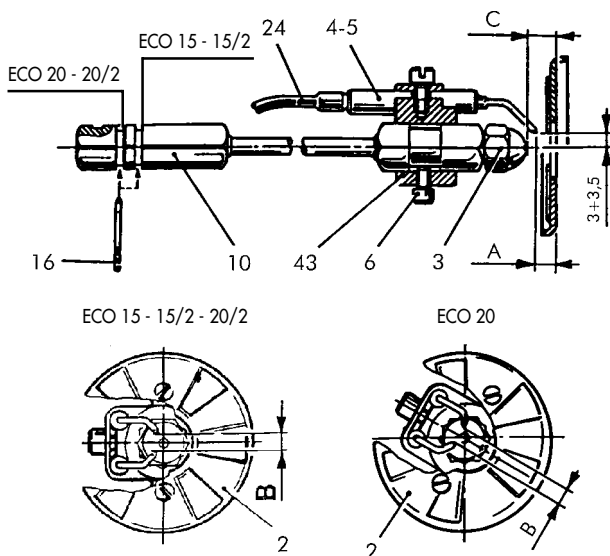

Abb. 14
- Düse (3) defekt oder verschmutzt;
- Zündelectroden (4-5) verkrustet oder schadhaf (siehe die Positionen in Abb. 14);
- Fotowiderstand (19) geschwärzt;
- Undichtigkeit des Magnetventils (29);
Die Reinigung nach Möglichkeit ohne Veränderung ihrer Position gegenüber der Stauscheibe vornehmen; falls sie dennoch verschoben werden, bei der Montage die in Abb. 14 angegebenen Maße einhalten.